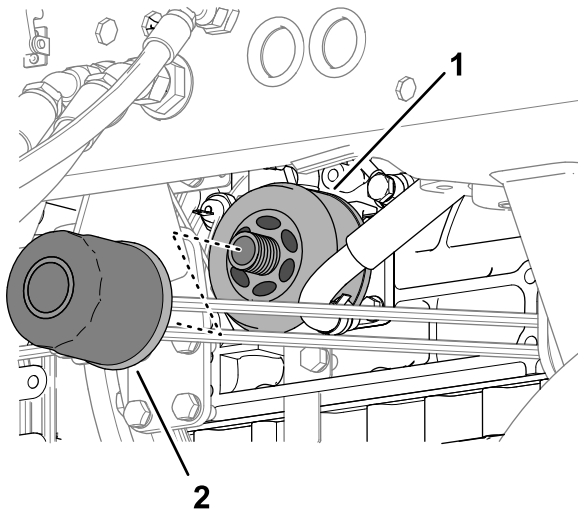

Figura 126
1. Rotii filtrul de ulei în sens invers acelor de ceasornic pentru a-l înlocui (Figura 126).